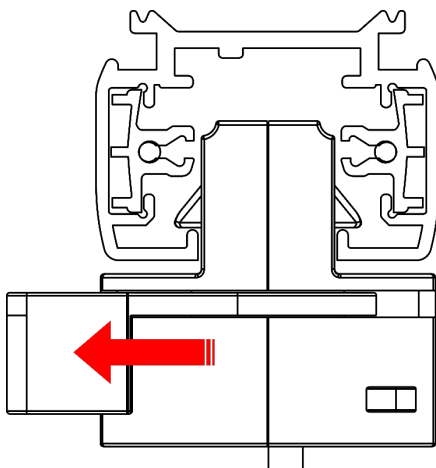

Abb. 12
- 04) Drehen Sie die **Schienensperre (06)** gegen den Uhrzeigersinn, um das Gerät zu entriegeln (siehe Abb. 12).